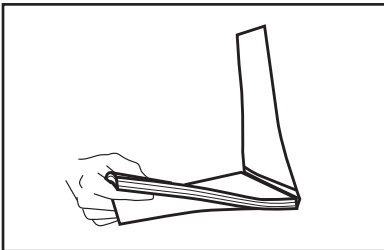

ABBILDUNG 16
7. Legen Sie auf einer glatten Oberfläche Ihr gebundenes Dokument in den Umschlag und stellen Sie sicher, dass die obere Kante des Dokumentes mit der des Umschlages abschließt (siehe Abbildung 16).